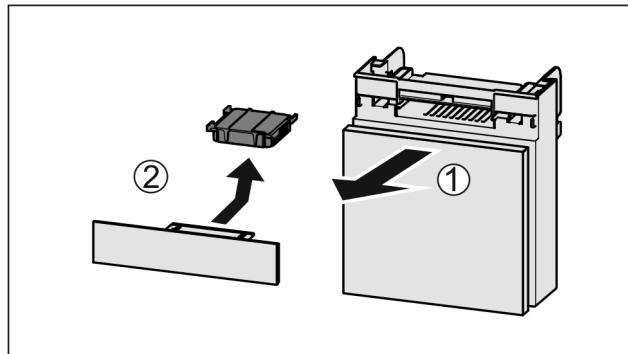

Fig. 119
- Вытянуть Fig. 119 (1) отделение движением вперед.
- Извлечь Fig. 119 (2) фильтра с активированным углем.